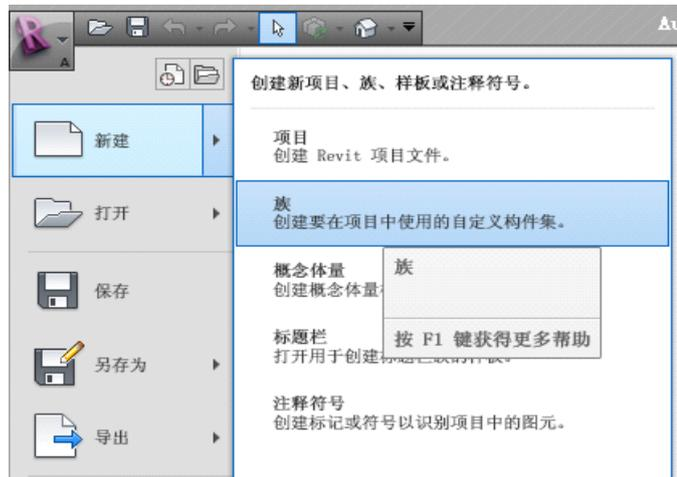

图 19.12-1
- 选择族样板：启动 Autodesk Revit 2010 软件，单击软件界面左上角的“应用程序菜单”按钮，在弹出的下拉菜单中依次单击“新建”>“族”，在弹出的“新族—选择样板文件”对话框中选择“公制窗”，单击“打开”（如图 19.12-1 所示）。